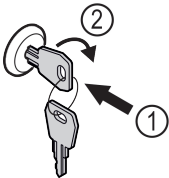

Fig. 157
- ▶ Вставьте ключ Fig. 157 (1).
- ▶ Поверните ключ на 90° по часовой стрелке Fig. 157 (2).